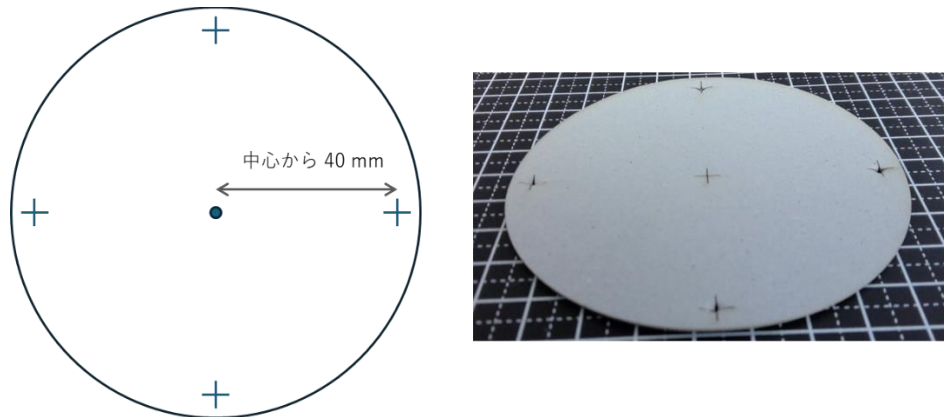

図4. コースターの切込みおよび穴の位置
5. 土台となるコルクまたは木のコースターに、図4にある十字の中心に穴をあける。(きりなどで少し穴をあけた後、木ねじを使うと開けやすいです。)